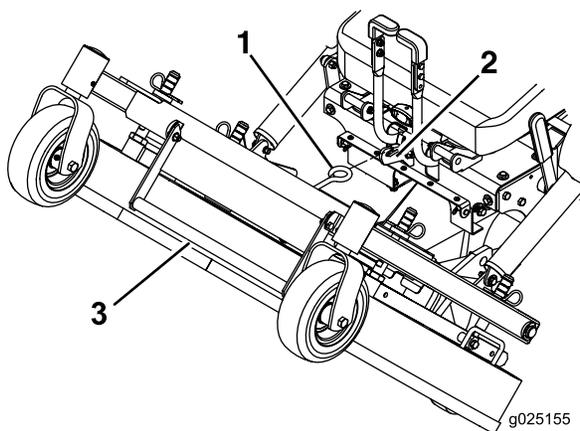

Figura 9
4. Utilizzando la maniglia di sollevamento del piatto di taglio, sollevate il piatto di taglio e fissatelo in posizione sollevata (il fermo si trova nella parte anteriore centrale del sedile), come illustrato nella Figura 9.
1. Tenendo saldamente la maniglia di sollevamento del piatto, sganciate il fermo del piatto dalla macchina e abbassate lentamente il piatto a terra (Figura 9).